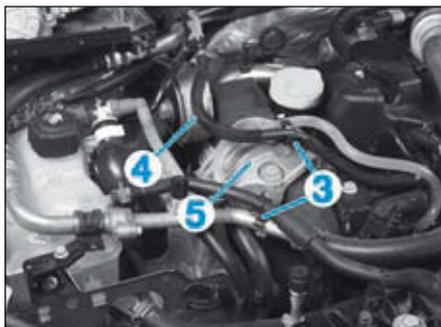

FIG.6
- Dégrafer les conduits de carburant (3) (Fig.6).
- la biellette du support moteur supérieure (4),
- le support supérieur (5).